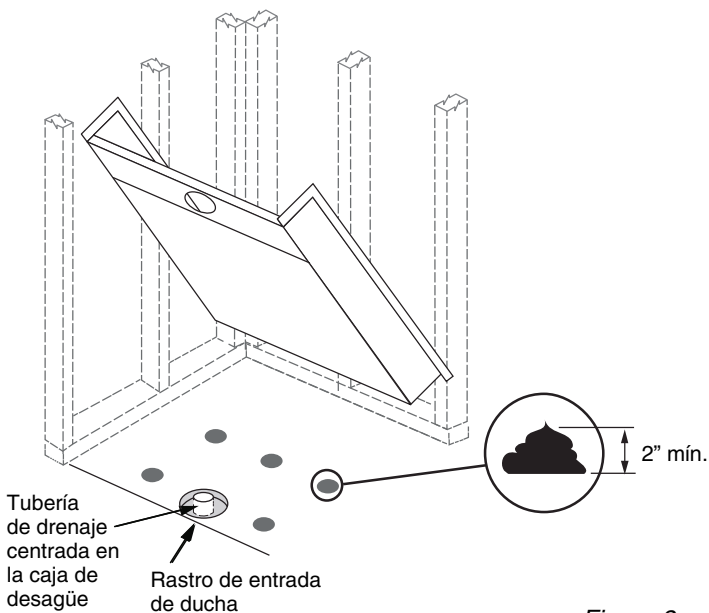

Figura 8
- 4** Una vez que la unidad esté nivelada y se haya verificado la pendiente, trace una línea en el suelo a lo largo de la entrada de la ducha. A continuación, apunte el plato como se muestra en la figura 8. En este punto, haga que un plomero instale el desagüe en el plato inferior y prepare el tubo de desagüe para recibir el desagüe (vea los pasos 9-12 de la página 5). **NO DEJE QUE EL PLATO DESCANSE SOBRE EL DESAGÜE.** Esto hará que el fondo de la ducha se deforme.